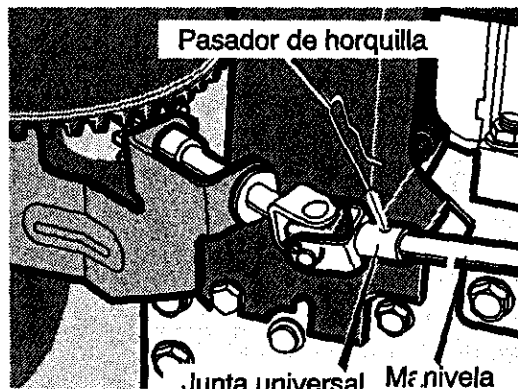

Figura 51
7. Conecte el eje de la manivela a la junta universal con el pasador de horquilla. Vea la Figura 51.